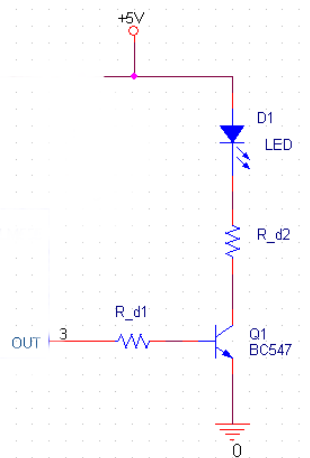

Figura 7: Buffer de saída.
- 4.3. Supondo um diodo led (FLV110) estime os valores das resistências R_{d1} e R_{d2} para que o circuito representado na *Figura 7* possa ser utilizado como buffer. Considere que a forma de onda aplicada à resistência R_{d1} é uma onda quadrada com tensões iguais a 0V (nível baixo) e 5V (nível alto).